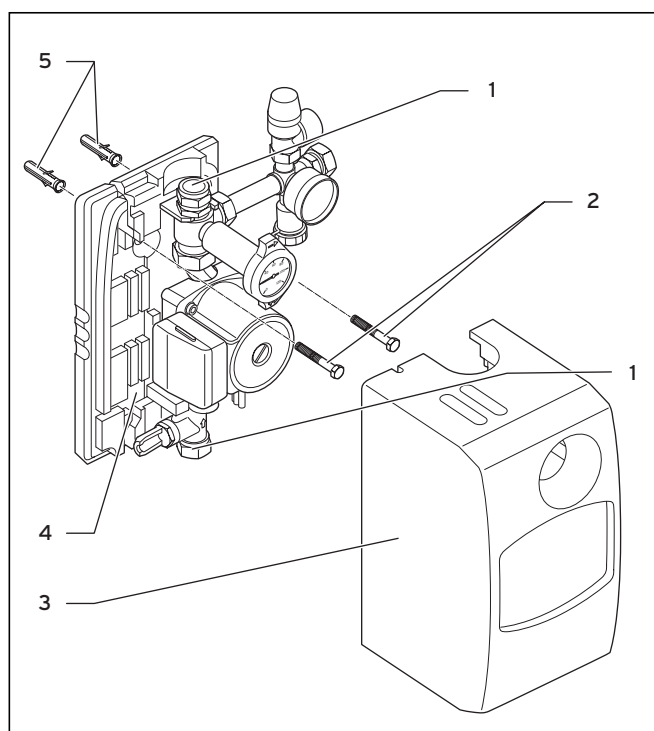

Abb. 4.1 Montage der Station
- Verbinden Sie das Rücklaufrohr (1, Abb. 4.1) mit dem Rücklaufrohr der Kollektoren.